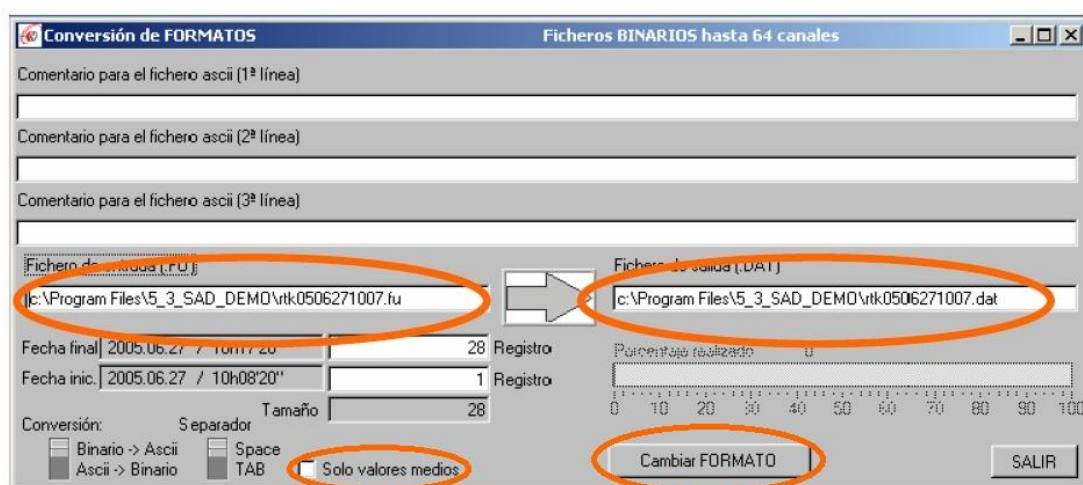

Figura A.1 Programa CONVER
- Abrir el programa CONVER, tras lo cual aparecerá una ventana como la que se muestra en la Figura A.1.